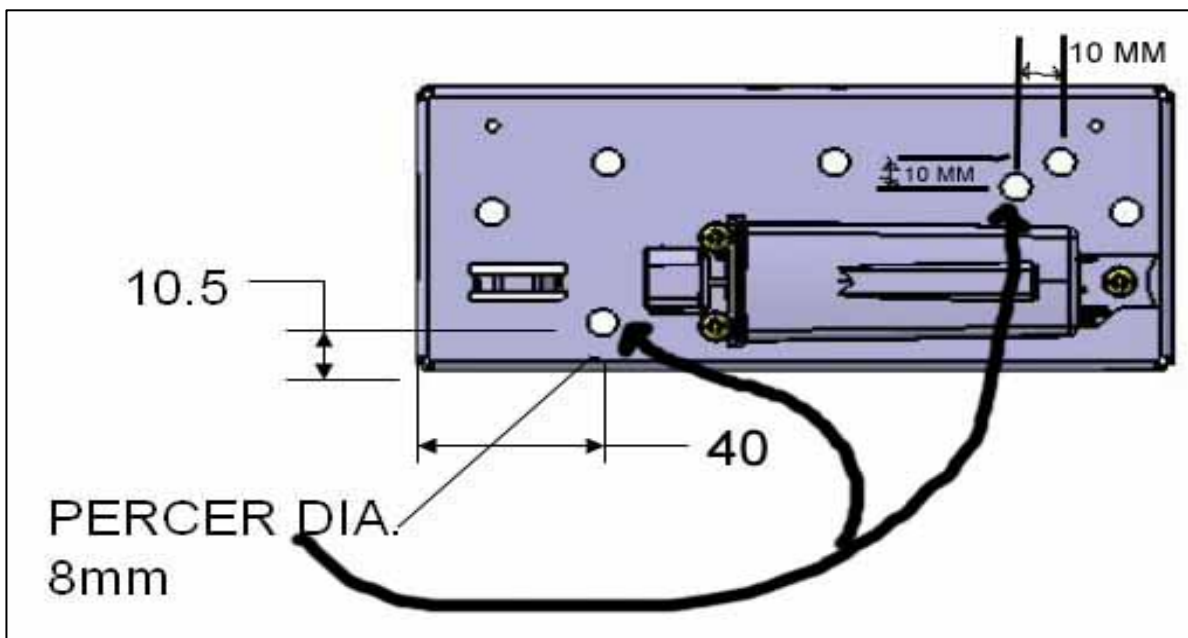

FIGURE 1
1. Démontez le support de l'antenne Beru situé dans le passage de roues avant (Voir figures 1 et 2).
2. Percer 2 trous de 8mm (5/16 po) dans le support. Voir la figure 1 pour l'emplacement des trous.